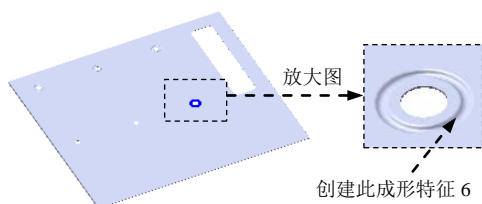

图 17.10.72 创建成形特征 6
Step18. 创建图 17.10.72 所示的成形特征 6, 详细操作过程参见 Step12。